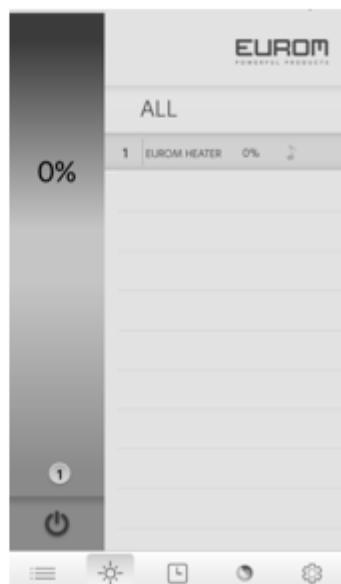

Figure 4
- Vervolgens wordt het scherm van Fig. 4 getoond: